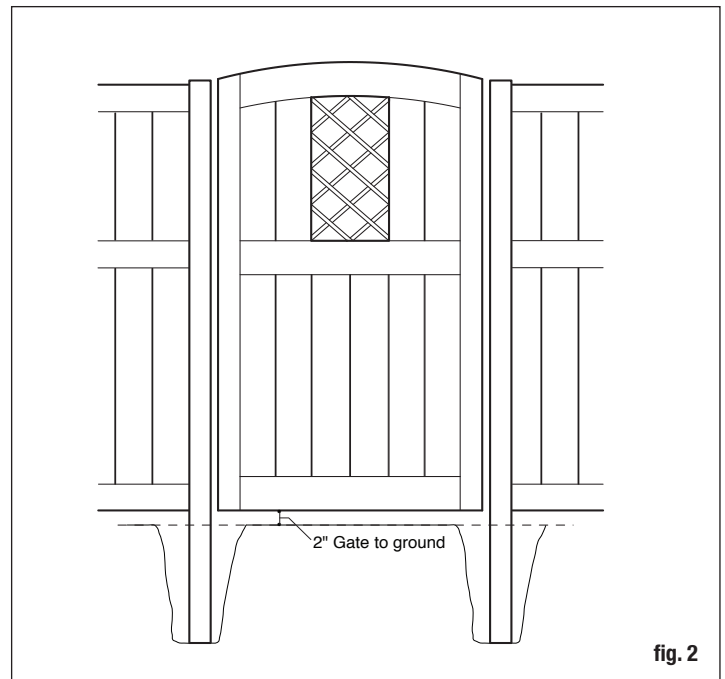

fig. 2
- Hang the pre-assembled panel between the posts (fig. 2). Secure in place with shims under the gate, or clamp the gate to the post. Make sure the gate is level and square.
- Cuelgue el panel prefabricado entre los postes (fig. 2). Asegure en su lugar con cuñas debajo de la puerta o sujete la puerta al poste con abrazaderas. Asegúrese de que la puerta esté nivelada y cuadrada. Retire las abrazaderas y las cuñas.